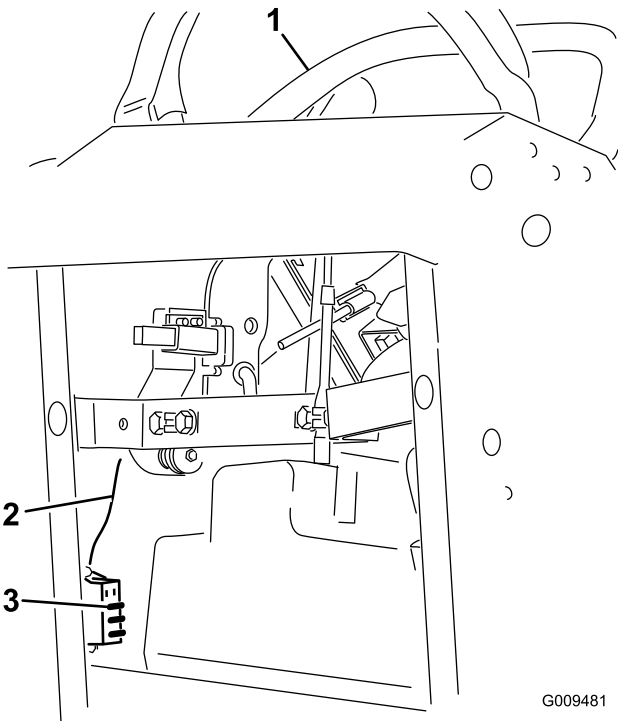

図 56
2. ヒューズを引き出して外し、あるいは交換する（図 56）。
注 図 56に示すような、正しいサイズのヒューズが正しいラインに取り付けられていることを確認してください。